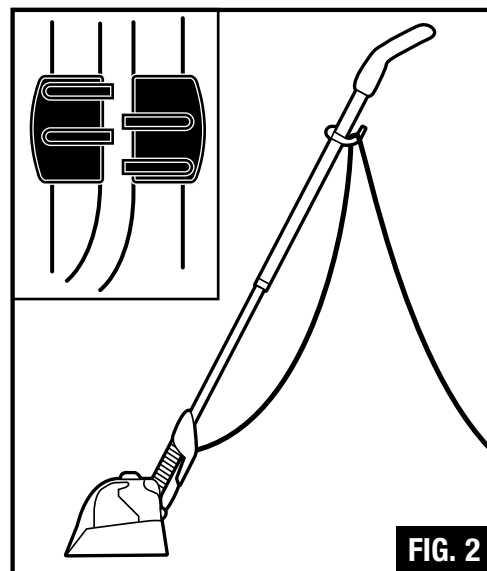

FIG. 2
2. Secure the cable onto its hook at the top of the tube (Fig. 2). Wrap cord for storage.
2. Assujettir le câble sur son crochet au sommet du tube (Fig. 2). Enrouler le cordon pour le rangement.